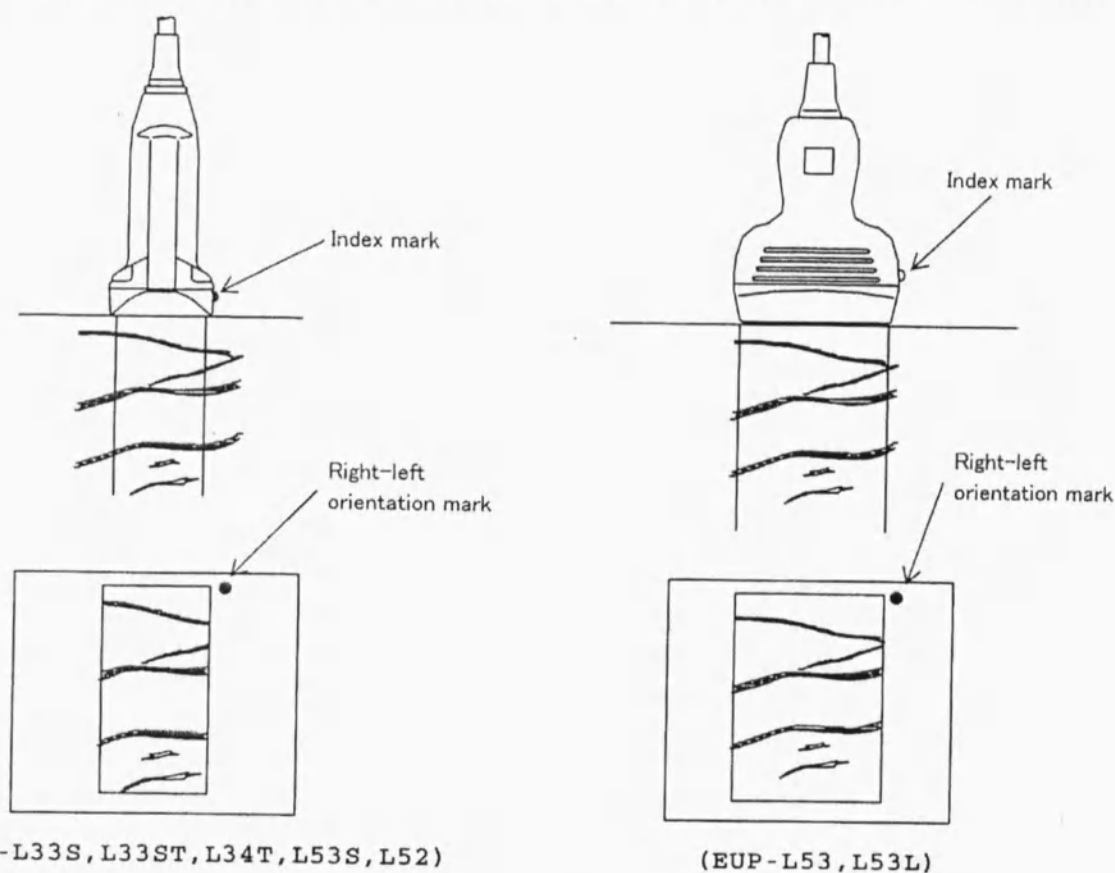

Рис.2 Соотношение отметки на датчике и на УЗ изображении
- 3) Соответствие положения датчика и направления изображения на мониторе показано на рис.2. Ориентация право-лево: положение отметки на датчике соответствует положению отметки на мониторе.